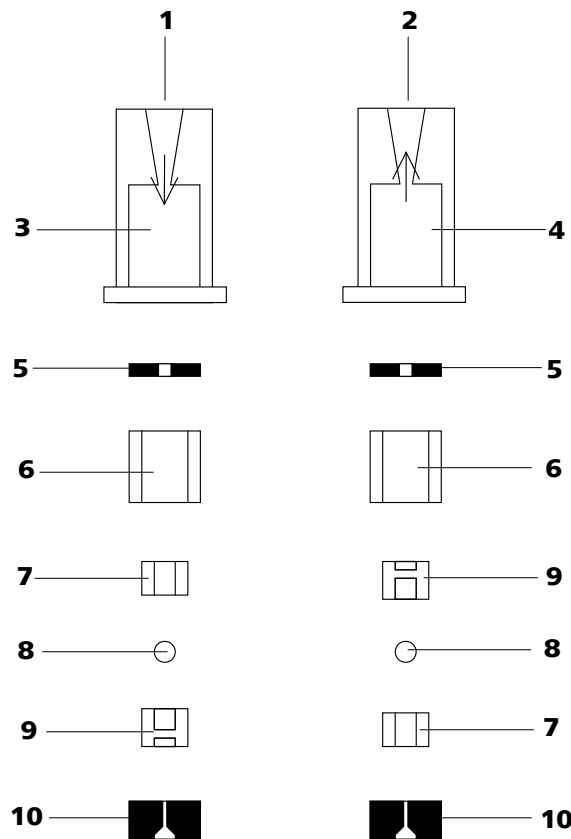

Figura 33 Componentes de la válvula de entrada y de la válvula de salida
- Las válvulas de entrada y de salida están integradas por los mismos componentes, que solamente están dispuestos de forma diferente (véase Figura 33, página 51).
Vuelva a montar los componentes de la válvula *según la figura 33, página 51*.
- Coloque los componentes restantes de la válvula en orden correcto (véase Figura 33, página 51) uno encima del otro
En caso contrario, se deberá volver a desmontar la válvula y montarla correctamente (véase Figura 33, página 51).